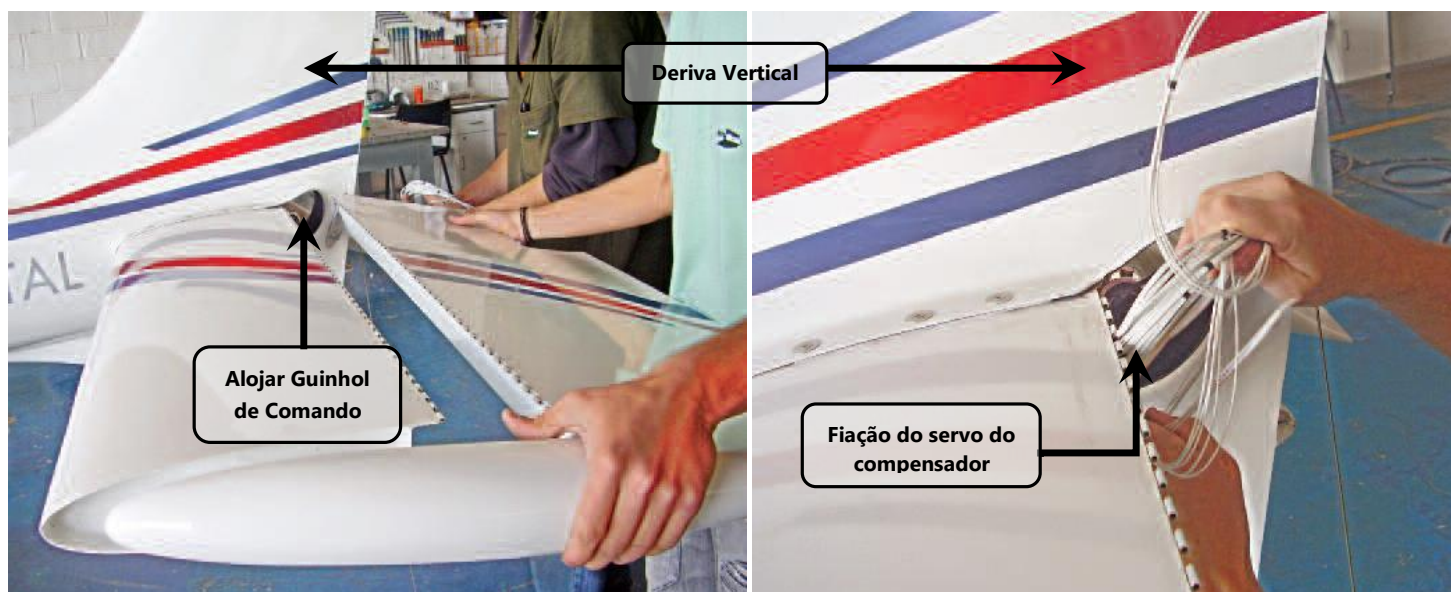

Figura 55.20.13 – Profundor e fiação do servo de comando do compensador.
8. Aproximar o profundor esquerdo do estabilizador e alojar a fiação do servo de comando do compensador no interior da deriva vertical conforme figura 55.20.13 e figura 55.20.14